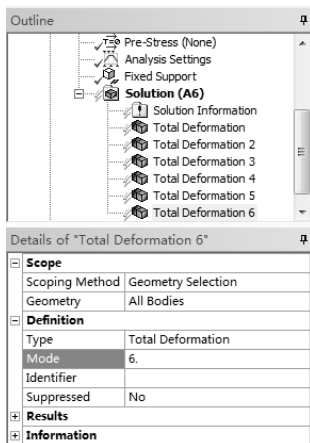

图 6-80 插入模态求解结果
3) 同理, 插入其他 5 个模态求解结果, 如图 6-80 所示。